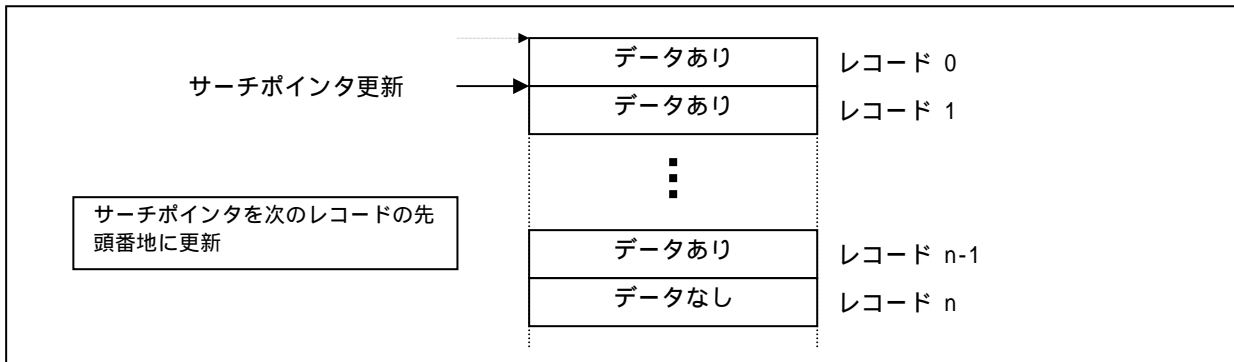

図 8. サーチポインタ更新
- (2) サーチポインタが示すレコードが空レコード (ALL"FF₁₆") であるかをチェックします。
- (3) 空レコードでなかった場合はサーチポインタを次のレコードの先頭番地に設定します。(図 8)